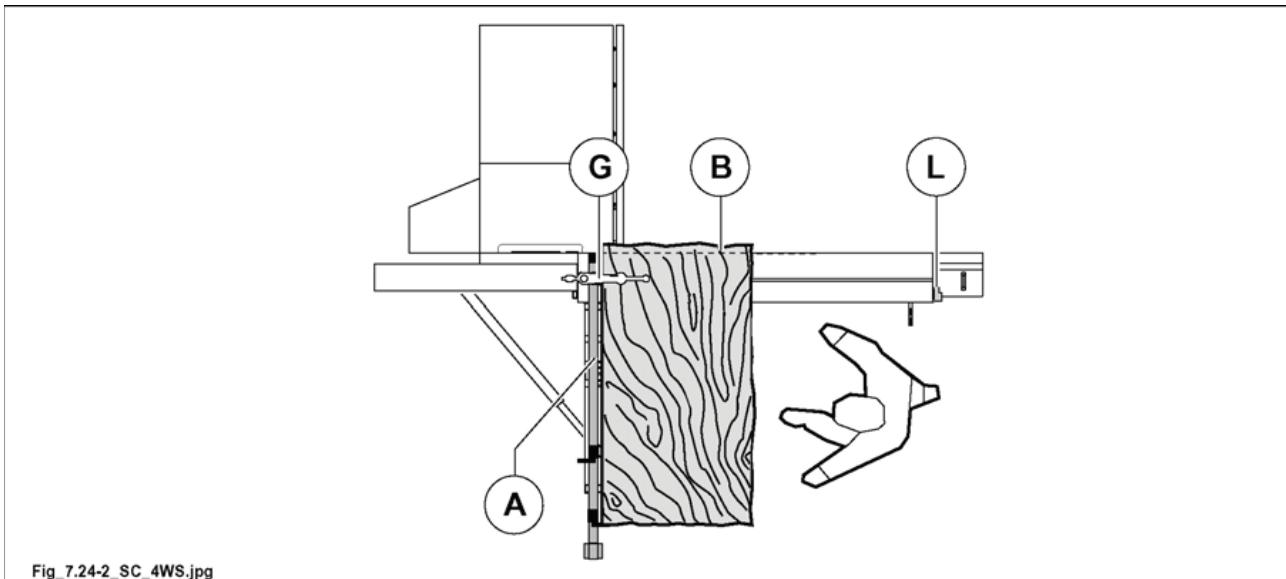

Рис. 7.24-2
- Полностью открыть вагон, как указано на рис. 7.24-2 и заблокировать при помощи рычага (L рис. 7.24-2).
- Повернуть панель на 90°. Опереть обрабатываемую боковину (A рис. 7.24-2) на линейку из алюминия, закрепить ее при помощи толкателя (G рис. 7.24-2) и произвести новый рез (B рис. 7.24-2).